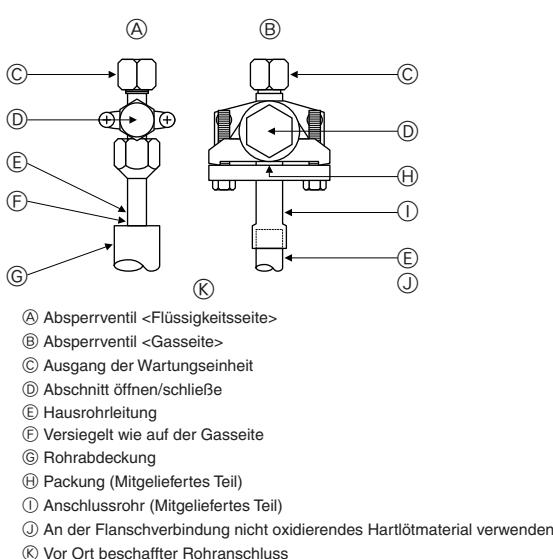

Fig. 5-5
5.4. Verfahren zum Prüfen der Kältemittelrohre auf Dichtigkeit (Fig. 5-5)